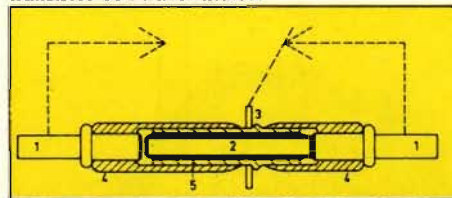

Fig 5. Kvicksilverrelä från 5th Dimension. 1 stationära kontakter, 2 rörlig kontakt (ankare), 3 kontaktanslutning, 4 glashölje och 5 kvicksilverfilm.
Vanliga kvicksilverreläer har ju den egenskapen att de är känsliga för stötar och måste arbeta i ett visst läge. Fifth Dimension, USA (AB Elektrofex, Sundbyberg), har presenterat ett kvicksilverrelä (fig 5), som är unikt på så sätt att det är helt lägesoberoende och fungerar tillfredsställande i vilket plan som helst. Det består, som fig 5 visar, av två fasta kontakter och en rörlig, den senare av magnetiskt material. Samtliga är omgivna av en kvicksilverfilm, vilken är hemligheten med reläet. Dess ytspänning är tillräcklig för att hålla kvar den rörliga kontakten i alla lägen.
*Fig 5 a* visar jordledningens störningssäkerhet. Med ingången i läge logisk "1" får störpulserna uppgå till max 4 V tills utgången nått en tröskelspänning av ca 7 V, vilket gäller för alla matningsspänningar mellan 10,8 och 20 V oberoende av störpulsens bredd. Med ingången i läge logisk "0" eller för negativa störpulser är störningssäkerheten  $> 20$  V; också oberoende av  $U_B$ . Säkerheten vid störningar i matningsspänningen kan avläsas i *fig 5 b* och *5 c*. Beroende på utgångens läge motsvarar störningssäkerheten mot negativa pulser ungefär skillnaden mellan respektive matningsspänning  $U_B$  och tröskelspänningen 7 V. Störningssäkerheten mot positiva pulser är ungefär 20 V och motsvarar det gränsvärde då genombrott kan uppträda.
Fig 5 a. Jordledningens störningssäkerhet.
Fig 5 b—c. Säkerheten vid störningar i matningsspänningen.